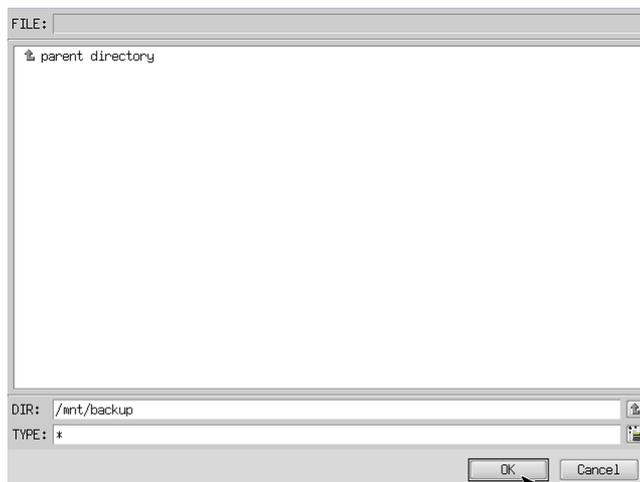

図 7-3-3. フォルダ参照画面
- ④ フォルダ参照画面（図 7-3-3）が表示されます。②で接続したメディアは、/mnt にマウントされているので、/mnt 以下のフォルダを選択してください。[OK]を押すとフォルダ選択画面にもどります。